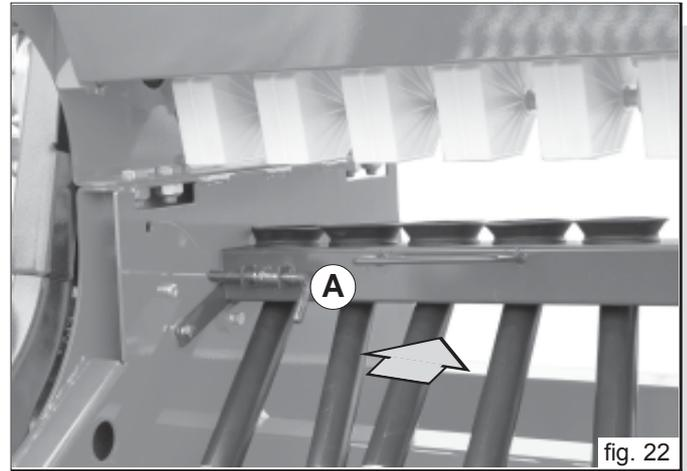

fig. 22
- 1) Estrarre il chiavistello (A Fig. 22) e per mezzo delle maniglie spostare la bussoliera nel senso della freccia..